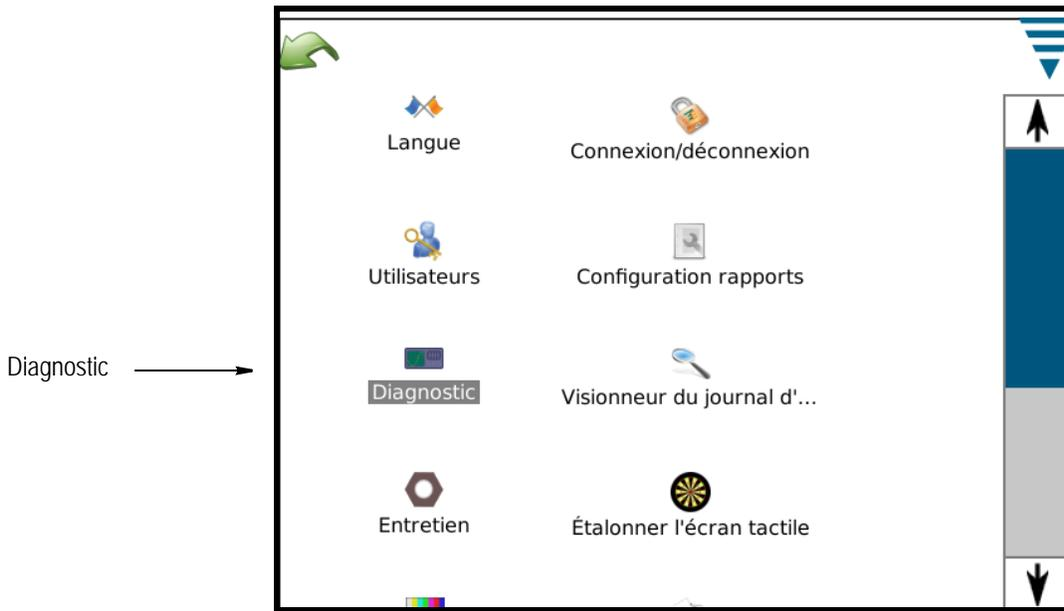

Figure 12
2. Faire défiler et appuyer sur l'icône « Diagnostic » comme illustré à la Figure 12.